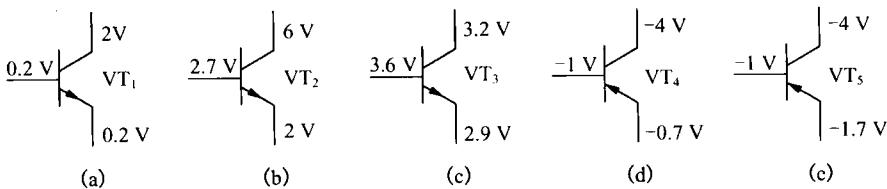

图 T1.1 题 1.6 图
1.6 在图 T1.1 中,有三极管各极对的电位值,判明其工作状态。